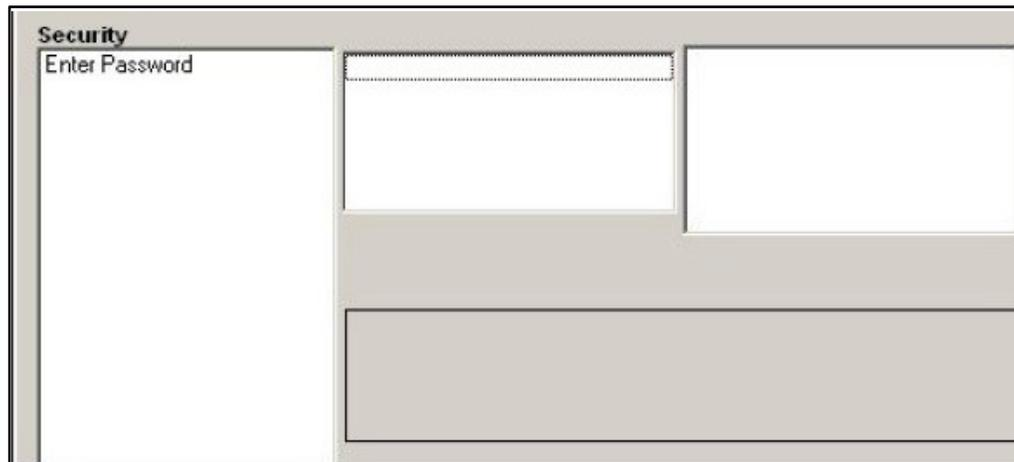

Figura 47: Ventana de contraseña
2. Si el sistema está bloqueado, la ventana es similar a la de la Figura 47.